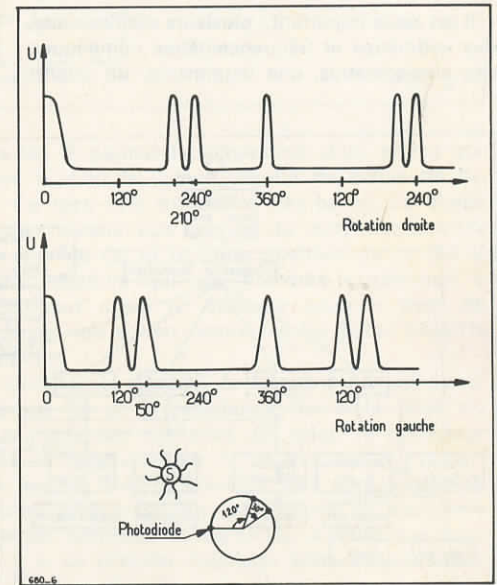

Fig. 6
**Mesure de giration :** Afin de pouvoir déterminer le nombre de tours par seconde et le sens de rotation de la fusée, trois photodiodes ont été disposées comme l'indique la figure 6.